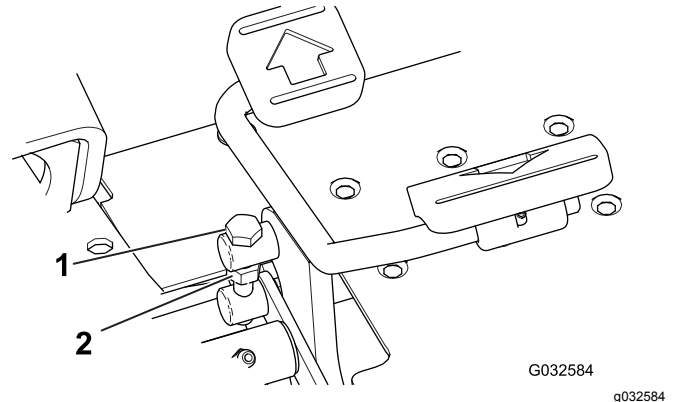

Figura 45
1. Allentate il controdado sul bullone di articolazione sul lato del pedale della trazione (Figura 45).